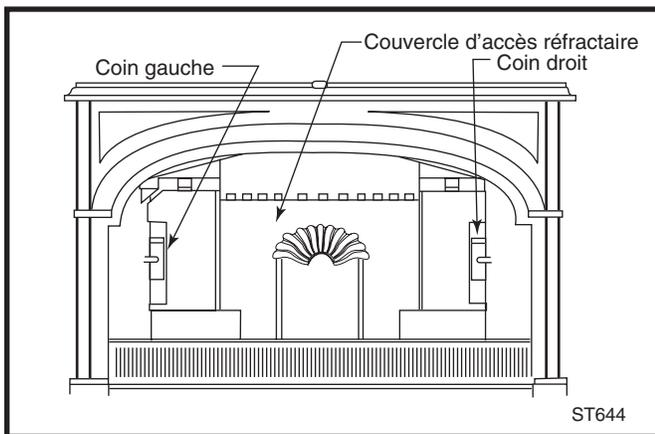

Fig. 49 Dégagez le contrecœur inférieur en tapotant les deux coins.
3. Dégagez le contrecoeur en soulevant les coins gauche et droit vers le haut. (Fig. 49)